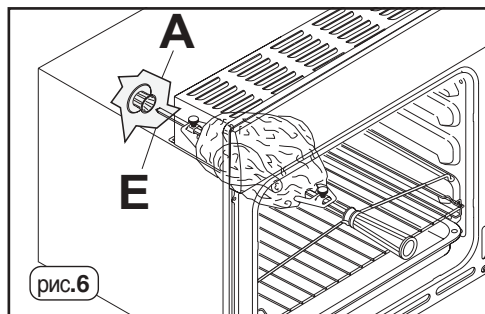
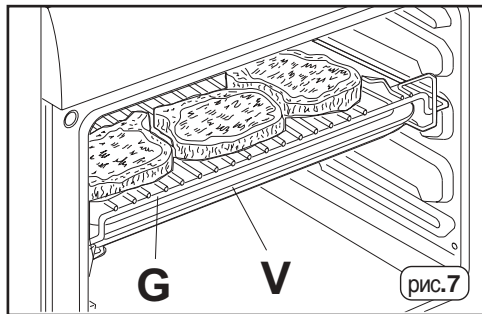

рис.6
рис.7
- Обязательно используйте поддон для сбора сока, выделяемого мясом в процессе приготовления. Поддон следует ставить под решеткой (Рис. 7) или на дно духовки (Рис. 6), если используется вертел. В поддон обязательно следует налить немного воды. Вода препятствует возгоранию жира, что приводит к образованию неприятного запаха и дыма. В процессе приготовления добавляйте воду по мере ее испарения.